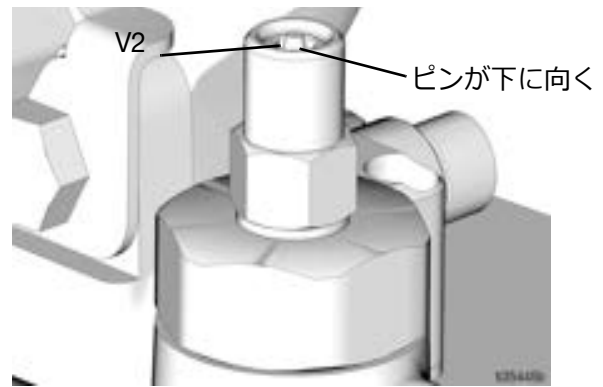

図 14
1. 充填バルブ (EE) と自動充填シャットオフバルブ (M) の間のライン圧が解放されるまで、充填バルブ圧力開放ノブ (FF) を引き続けます。
2. 自動充填遮断ピン (V2) が下がっており、リセットされている状態を示していることを確認します (図 14)。